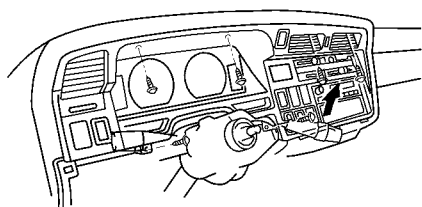

图 17-112 拆下组合仪表罩板
(7) 拆下组合仪表罩板。拆下 6 个螺钉和组合仪表罩板，脱开接插件，如图 17-112 所示。